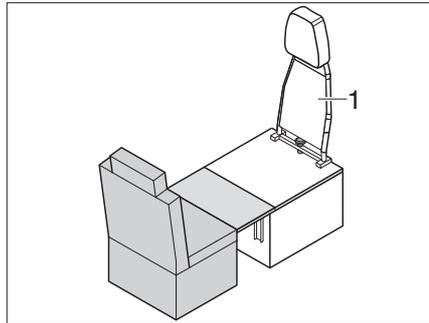

Fig. 215 Trasformazione posizione di marcia - zona letto
- Smontare lo schienale (Fig. 215,1) del sedile singolo (vedi capitolo 7.16.8).